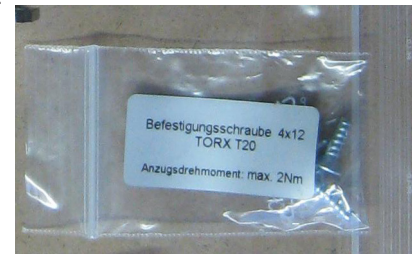

Fig. 4
- Atornille los soportes en el amortiguador radial (4 tornillos TORX T20 incluidos - fig. 4, par de apriete máx. 2 Nm).